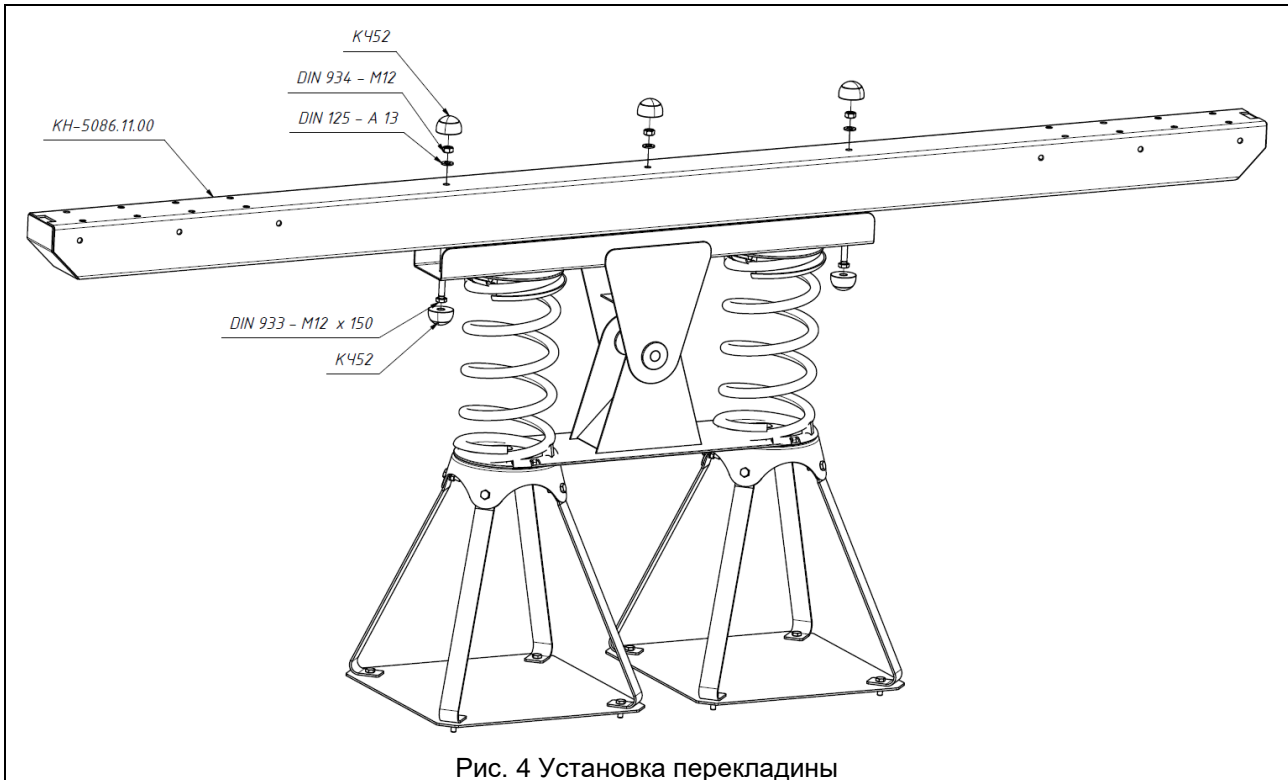

Рис. 4 Установка перекладки
23.11. Перекладину КН-5086.11.00 установить на узел качания и закрепить при помощи болтов DIN933-M12x150, шайб DIN125-A13, гаек DIN934-M12, места крепления закрыть колпачками К452 (Рис. 4).